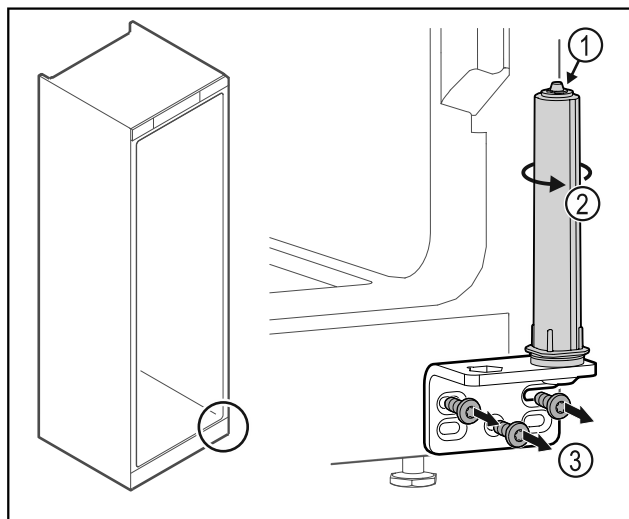

Fig. 39
- Ne razstavite sistema za zaklepanje vrat Fig. 39 (1).
- Obracajte zaporni sistem Fig. 39 (2), dokler ne klikne.
- Odvijte kotnik tečaja vrat Fig. 39 (3).